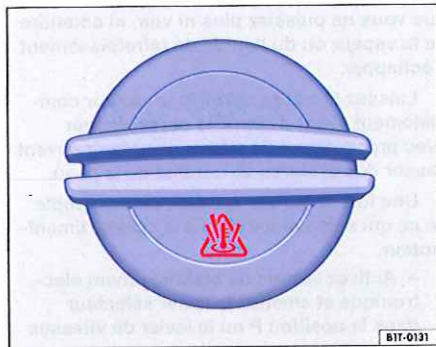

Fig. 195 Dans le compartiment-moteur : bouchon du vase d'expansion du liquide de refroidissement.
- Vous pouvez reconnaître le vase d'expansion du liquide de refroidissement grâce au symbole figurant sur le bouchon \Rightarrow fig. 195.